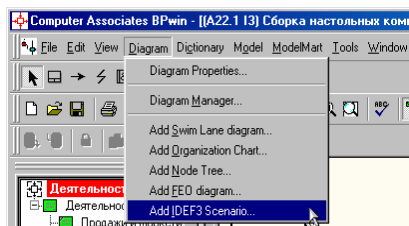

Рис. 114. Пункт главного меню **Diagram/Add IDEF3 Scenario**
1. Выберите пункт главного меню **Diagram/Add IDEF3 Scenario** (рис. 114).